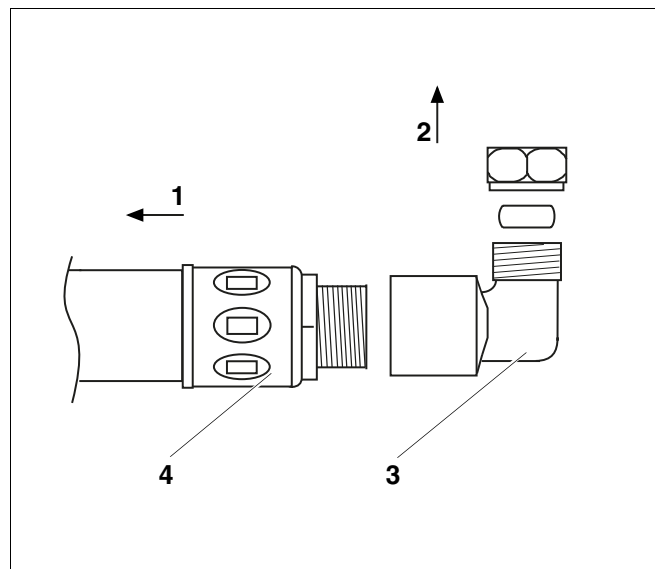

Fig. 3 Raccordement de la station complète au préparateur
- Procédez au raccordement du préparateur à l'aide de l'écrou de raccord coudé avec bague de serrage (fig. 3, **pos. 3**).
- Vissez l'écrou de raccord coudé (fig. 3, **pos. 3**) au raccordement du préparateur (fig. 3, **pos. 4**), afin de relier le préparateur à la station complète.